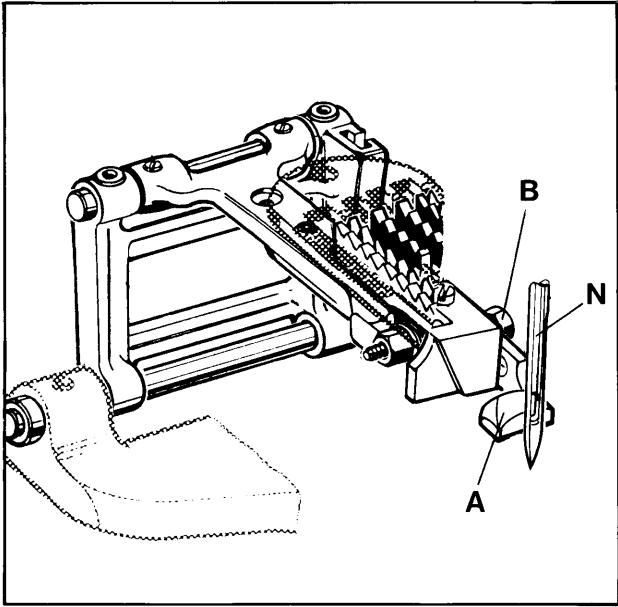

Fig. 17
Rotate handwheel in operating direction until the rear needle guard (A, Fig. 17) is in its most forward end position. In this position its guarding surface should just contact the back of needle (N) without deflecting it.
After loosening screw (B, Fig. 17) the rear needle guard (A) can be moved accordingly to the front or to the rear. Retighten screw.
Gire el volante en dirección de operación hasta que el guarda agujas trasero (A, Fig. 17) alcance su posición extrema. En esta posición su superficie protectora debería contactar la parte trasera de la aguja (N) pero sin tocarla.
Después de soltar el tornillo (B, Fig. 17) la parte posterior del guarda agujas puede moverse hacia adelante o hacia atrás como sea necesario. Asegure de nuevo el tornillo.